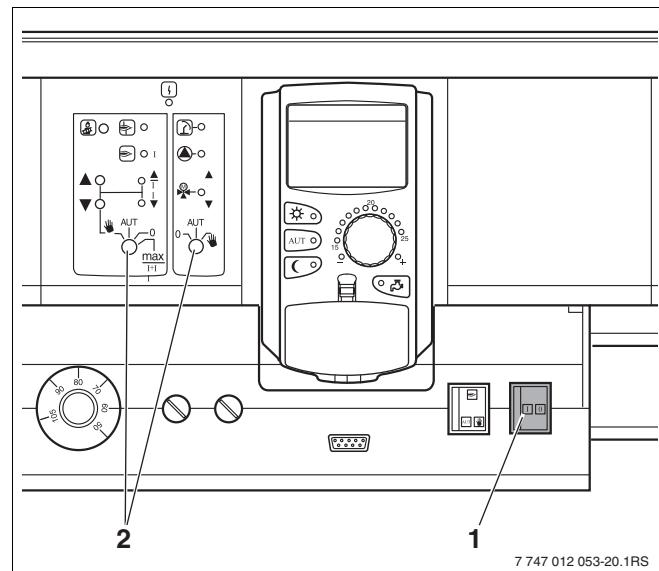

Рис. 8 Пусковой выключатель
- Проверьте, находятся ли пусковой выключатель системы управления (→ Рис. 8, [1]) и переключатели модулей (→ Рис. 8, [2]) в положении "0" и "AUT" (ABT).
- Включите систему управления, для чего переведите пусковой выключатель в положение "I" (→ Рис. 8, [1]).
- Выключите систему управления, для чего переведите пусковой выключатель в положение "0" (→ Рис. 8, [1]).